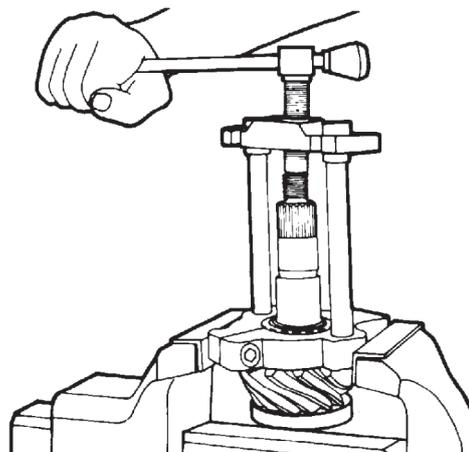

Figura 39
- E. Saque, se necessário, o cone do rolamento traseiro, utilizando um extrator adequado ou uma prensa (Figura 39);